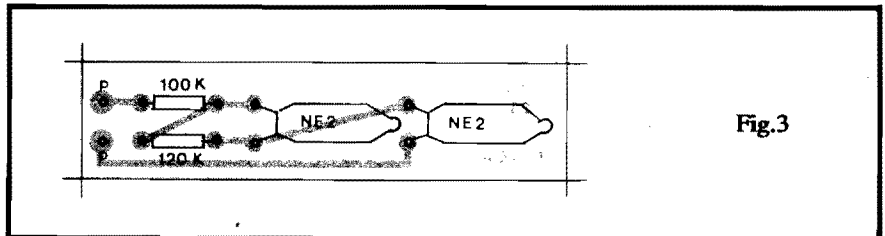
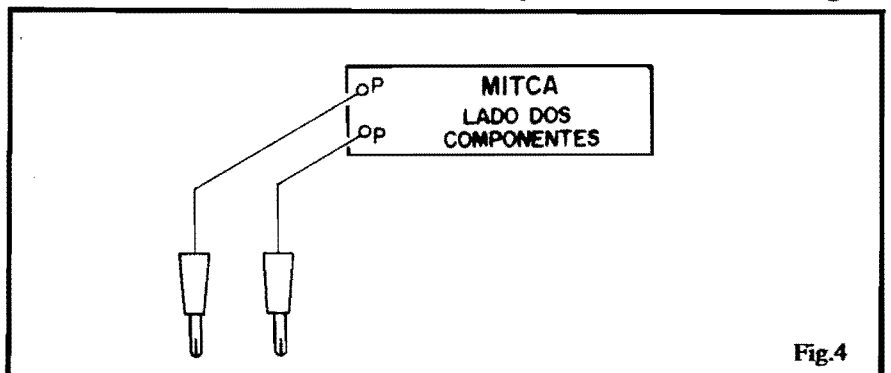

Fig.3
Fig.4
- FIG. 4 - Conexões externas à placa. São apenas duas, feitas aos pontos "P-P" (ver também a fig. 3) e correspondentes aos fios das pontas de teste. Para que o manuseio fique prático, esses fios não devem ser muito curtos, nem longos demais. Um tamanho em torno de 50 cm. nos parece ideal. Às extremidades livres dos fios devem ser soldadas as pontas de prova **isoladas** (devem ter plástico, borracha ou baquelite, nas re-
- FIG. 3 - Diagrama da montagem, propriamente, com os componentes já posicionados (sobre o lado não cobreado da plaquinha), no que convencionamos chamar, aqui em APE, de "chapeado"... Não há o que errar! Quem ainda (AINDA???) não estiver muito prático na leitura dos valores dos resistores, poderá sempre recorrer ao TABELÃO APE (no começo de toda Revista, lá junto às INSTRUÇÕES GERAIS PARA AS MONTAGENS...). O importante, para manter a compacidade do conjunto, é posicionar os resistores bem rentes ("deitados") à superfície da placa, devendo o Leitor notar ainda que as duas lâmpadas de Neon também são mon-